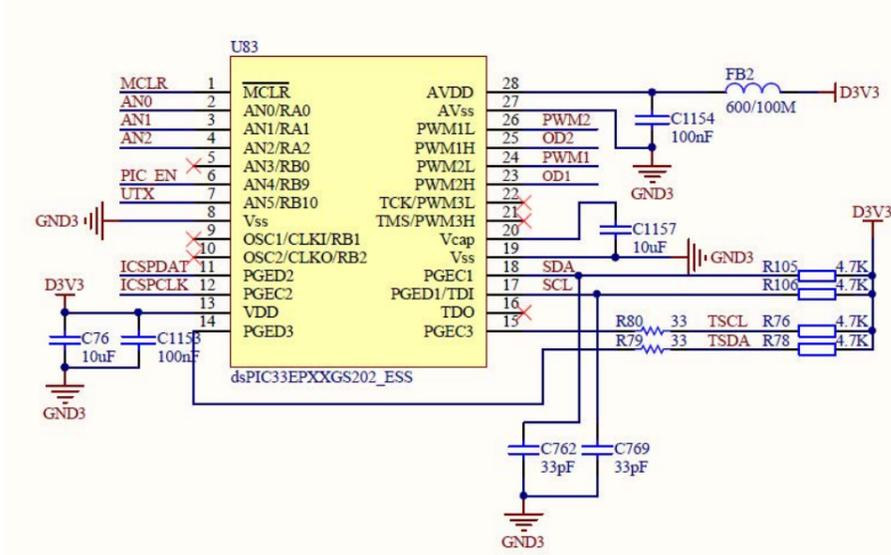
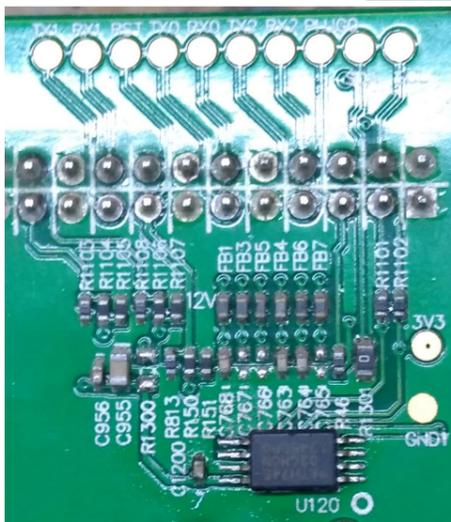

图 16、PIC 原理图
图 17、EPROM位置图
5、DC-PIC：由 PIC133EP16芯片及EPROM芯片AT24C02组成。如图 16、图 17 所示：